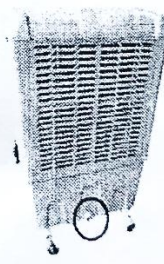

Figura. 7
- A) Solte o plugue na posição de drenagem para iniciar o esgotamento. Em seguida, aperte novamente quando não houver mais água, ver Figura 7